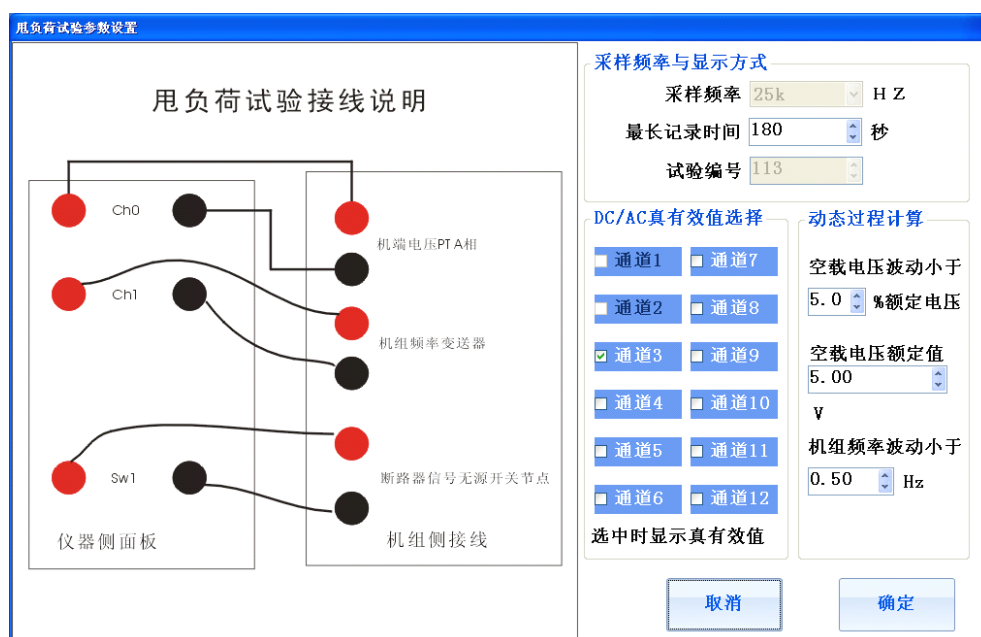

图 34 甩负荷试验参数设置
1) 按照图 34 所示的试验参数设置界面连接测试线，获取测试信号